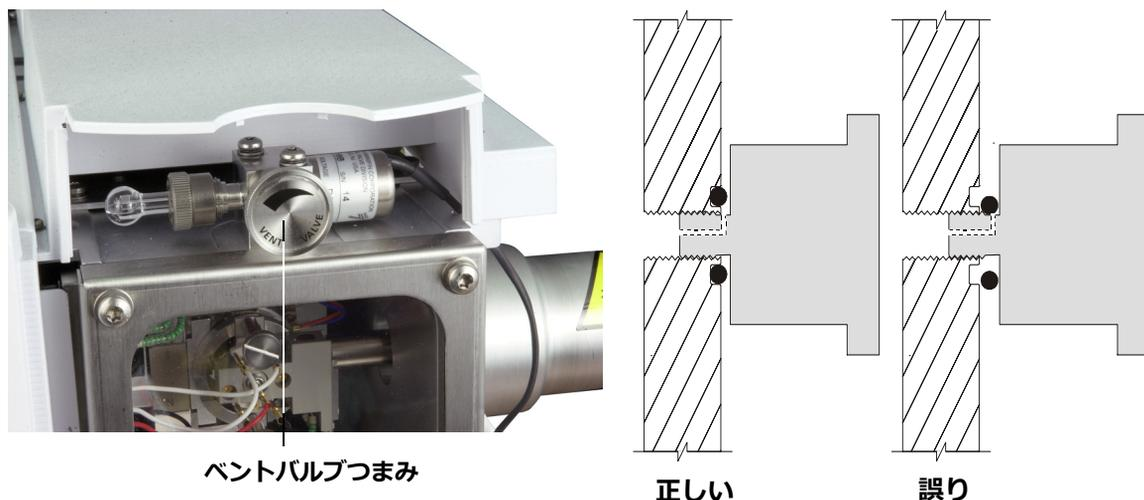

図 25 MSD をベントする
- ベントバルブつまみ (図 25) を 3/4 回転だけ、あるいは空気がアナライザ内に流入するシューという音が聞こえるまで、反時計回りに回してください。